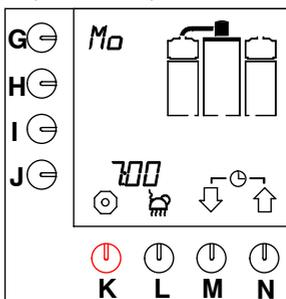

Fig. 13 Esempio di giorno e ora correnti
- Sullo schermo vengono visualizzati rapidamente il giorno e l'ora (fig. 13).
- Sullo schermo vengono visualizzati rapidamente il giorno e l'ora correnti (vedere fig. 13 ).